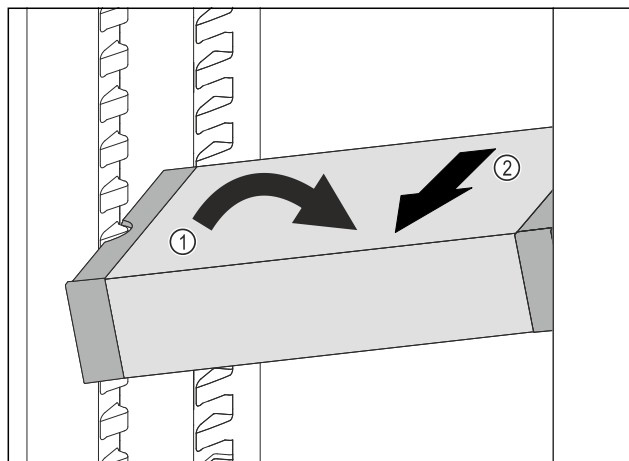

Fig. 112
- ▶ VarioSafe postavte v chladničce šikmo. Fig. 112 (1)
- ▶ VarioSafe odeberte směrem dopředu. Fig. 112 (2)